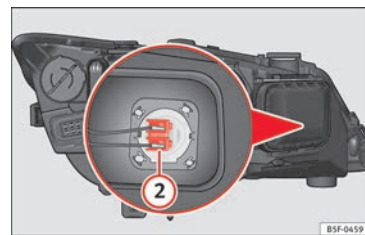

Bild 108 Glödlampa för helljusstrålkastare
- Skjut kontakt » **bild 108** ② åt vänster eller höger och dra.